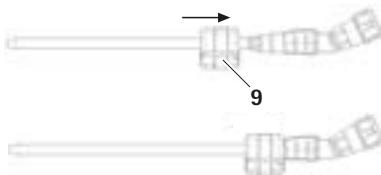

Abb. 3 Aufsteckblock mit gedrückter Verriegelungsklammer
- Verriegelungsklammer **9** des Aufsteckblocks **4** gedrückt halten und diesen über das Fräserhandstück **6** schieben, siehe Abb. 3.